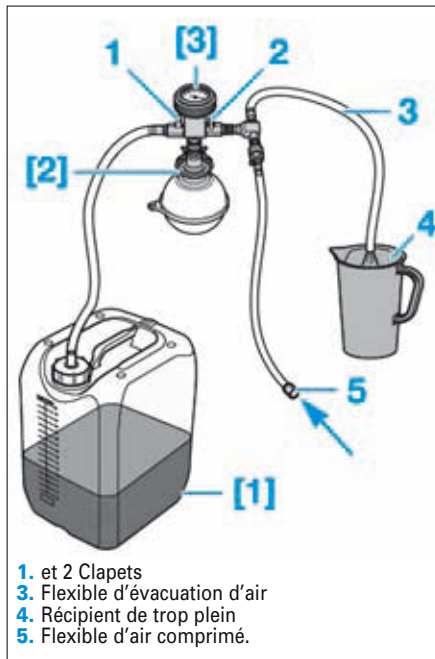

FIG. 16
- Desserrer la vis de vidange au niveau de la durit inférieure gauche et laisser s'écouler le liquide de refroidissement (Fig.16).